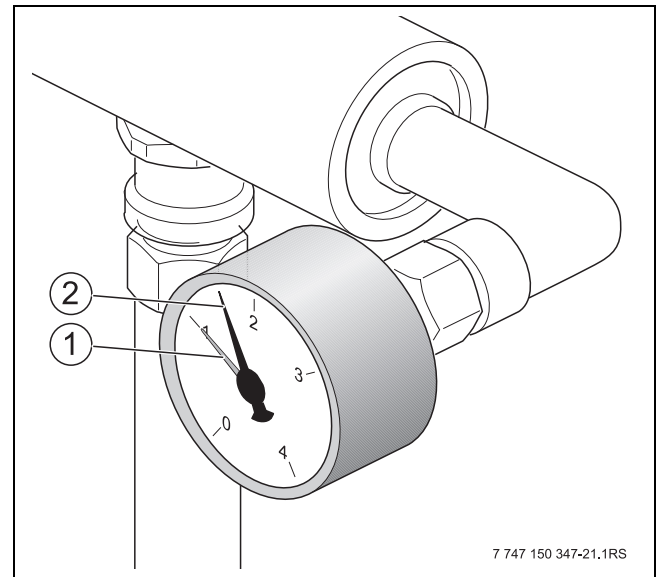

Bild 4 Manometer
- ▶ Wenn der Betriebsdruck durch das Entlüften abfällt (siehe Einstellung roter Zeiger am Manometer → Bild 4, Seite 9), muss Wasser nachgefüllt werden.